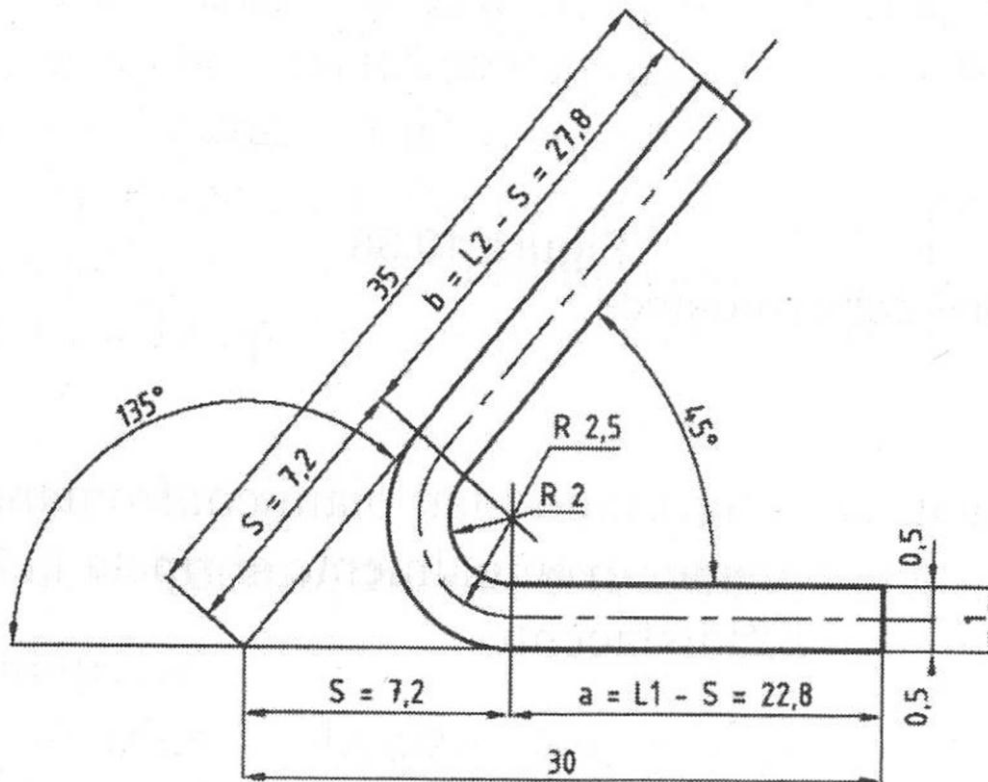

Fig. 2 - Lamiera piegata
**Condizione della prova :** come prima operazione si calcola lo sviluppo in piano del pezzo da piegare (fig. 2), si definisce il valore dello sfalsamento ( $S$ ) ricavandolo dalla seguente formula :